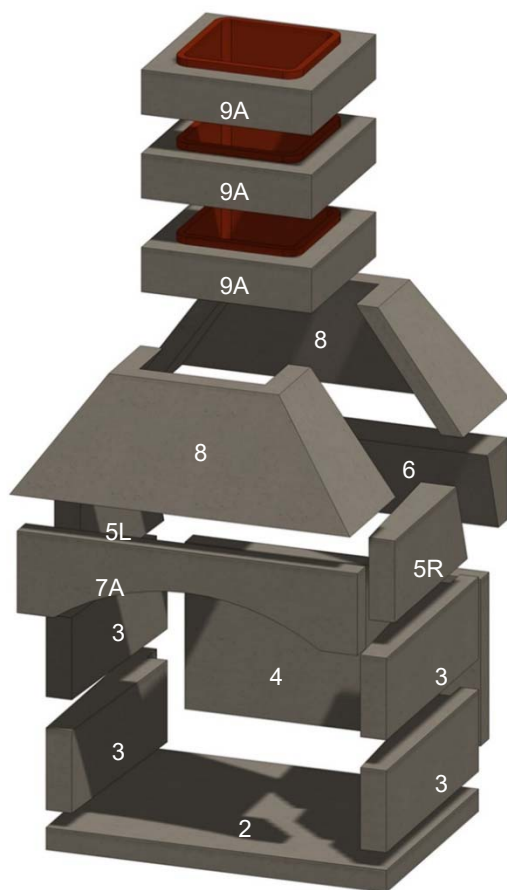

Figura 2. Componentes de la chimenea
La chimenea se entrega como un kit con todos los componentes necesarios para completar la instalación. La disposición de los componentes se muestra en la figura 2. Los componentes se enumeran en la Tabla 1. Las especificaciones y dimensiones de la instalación se muestran en la Tabla 2.
- A. Elementos de la chimenea mostrados en la figura 2 y enumerados en la tabla 1.
Nota 5: Los revestimientos de arcilla instalados en la sección de humos (elemento 9A, Figura 2) cumplen las especificaciones de la sección C315-02 de la ASTM.
en () son números de posición de la Tabla 1 y la Figura 2. Asegúrese de que la base sobre la que se va a instalar la chimenea es una base sólida y nivelada y está compuesta por material incombustible, como el hormigón.
Si es la primera vez que instala el Stone Age, se sugiere que primero monte los componentes sin mortero para familiarizarse con el encaje de los mismos. Véase la figura 2.